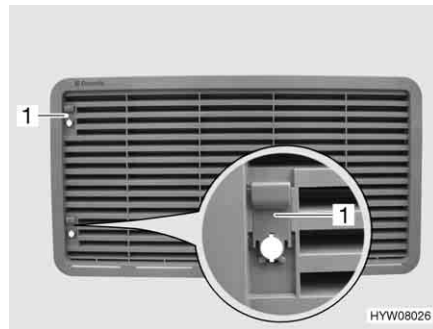
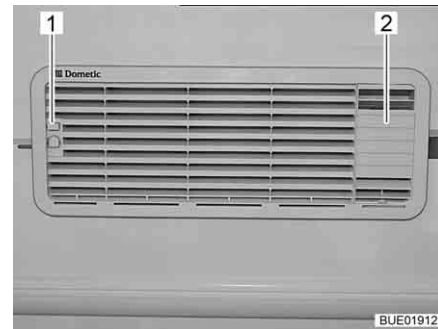

Bild 173 Kylskåpets ventilationsgaller (med spjäll)
Bild 174 Kylskåpets ventilationsgaller (med en insats för avgaskanal)
- Beroende på utförande skjuts spjället (Bild 173,1 respektive Bild 174,1) uppåt.
- Koppla ur insatsen för avgaskanalen (Bild 174,2) och ta av.